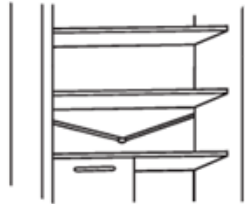

Fig. 19
• Halten Sie den Ablaufschlauch (Abb. 19) im Kühlraum sauber, damit dieser sich nicht mit Wasser füllt.